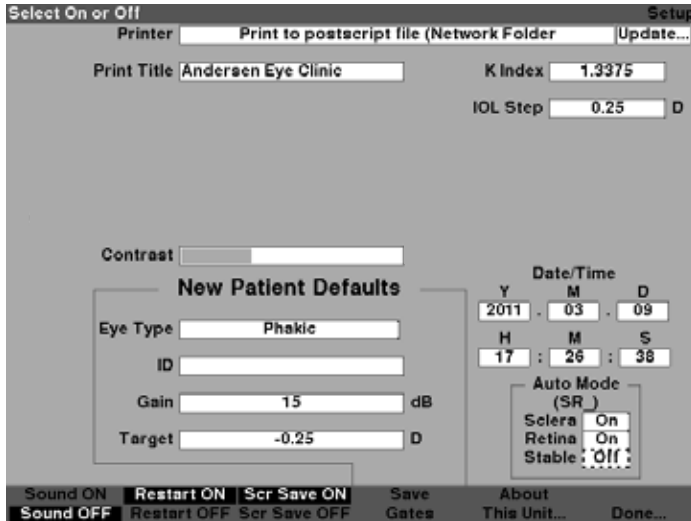

Figura 5-72 Modo automático - “Estável” selecionado
5. Se quiser definir o Modo automático por uma medição estável, gire o botão para selecionar o campo “Stable” (Estável) conforme mostrado na Figura 5-72.